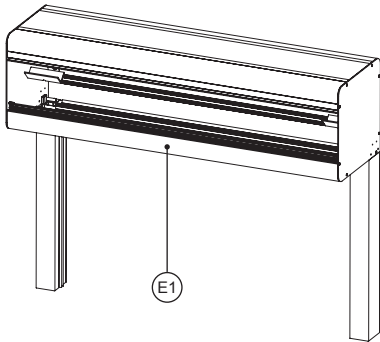

fig. 3
- 6| Instalar el cajón junto con las guías 115x85 en obra, asegurando que todo el conjunto quede perfectamente nivelado y alineado, y que las fijaciones sobre los muros sean las adecuadas para un anclaje seguro. (fig. 3)